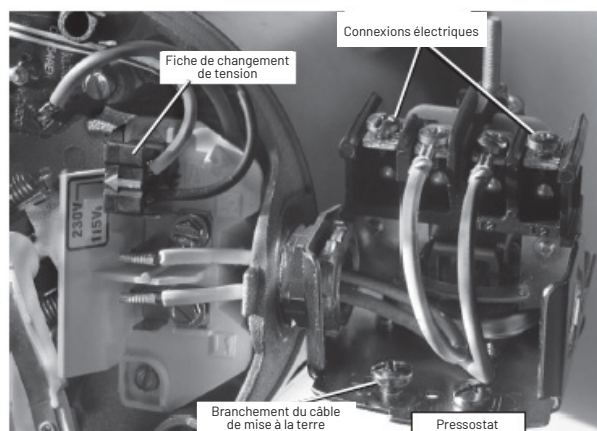

Figure 6 : Tension réglée à 230 V, type de prise
4. Fixez les fils d'alimentation entrants aux deux vis extérieures du pressostat, comme illustré à la figure 6.
5. Fixez le fil de terre à l'une des connexions de mise à la terre, comme illustré à la figure 6.
- Raccordez d'abord le fil de terre comme illustré à la figure 6. Le fil de terre doit être un fil en cuivre massif ayant un diamètre équivalent ou supérieur à celui des fils d'alimentation.
- Raccordez les fils d'alimentation au pressostat comme illustré à la figure 6.